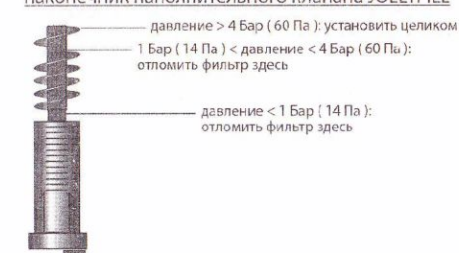

Рис. 1
2.1 Вставьте фильтр в отверстие подачи воды наполнительного клапана в соответствии с инструкцией (рис. 1). **ВНИМАНИЕ!** Фильтр предназначен для снижения шума, предотвращения попадания песка либо других частиц в мембрану клапана, а так же регулировки давления подачи воды. Если Вам не известно давление в сантехнических трубах, установите фильтр полностью.